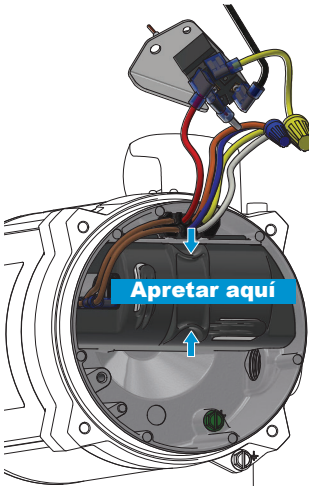

Figura 5
4. Retire los cables de sus clips organizadores y retire la tapa de plástico (consulte la Figura 5).